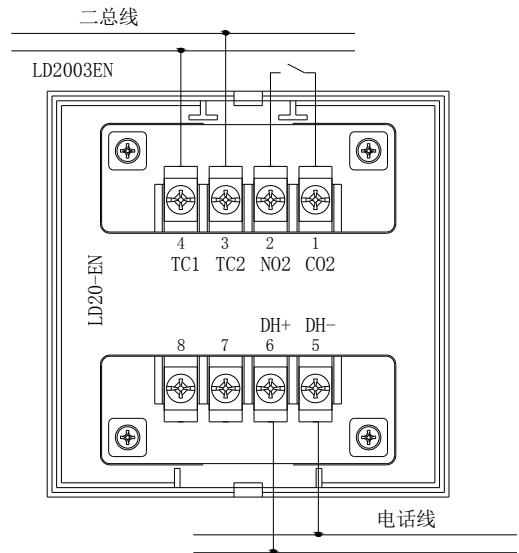

图4-2接线图示例
- 2) 接线: 剪、剥导线后按图4-2(接线图)所示将各导线与相应端子正确连接。